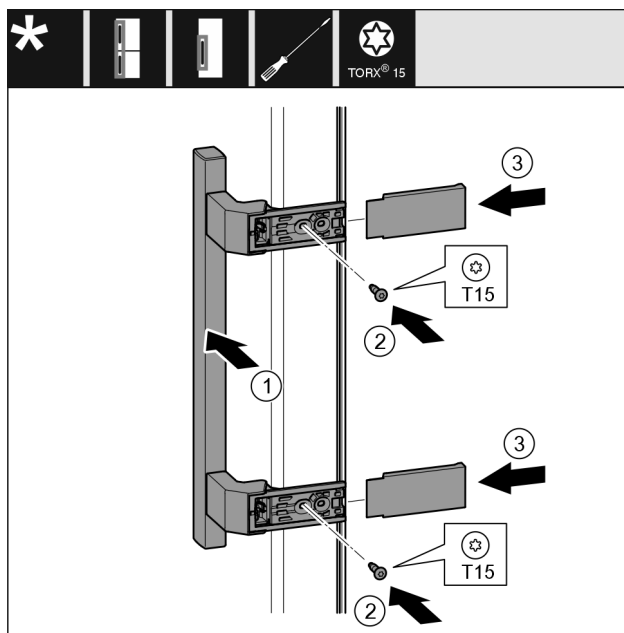

Fig. 19
- Nasadte madlo Fig. 19 (1) na protilehlé straně.
- Šroubovákem šrouby Fig. 19 (2) pevně utáhněte.
- Kryty Fig. 19 (3) bočně nasadte a nasuňte.